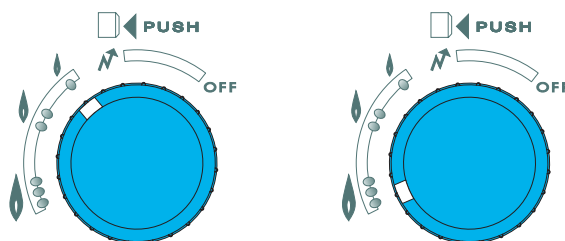

Fig. 11
- Ce chauffe-bain, à variation automatique de puissance, est équipé d'un système permettant à l'utilisateur d'en limiter la puissance maximum. Pour ce, tourner le bouton de réglage (23) entre les repères "O" à "M" (fig. 11).